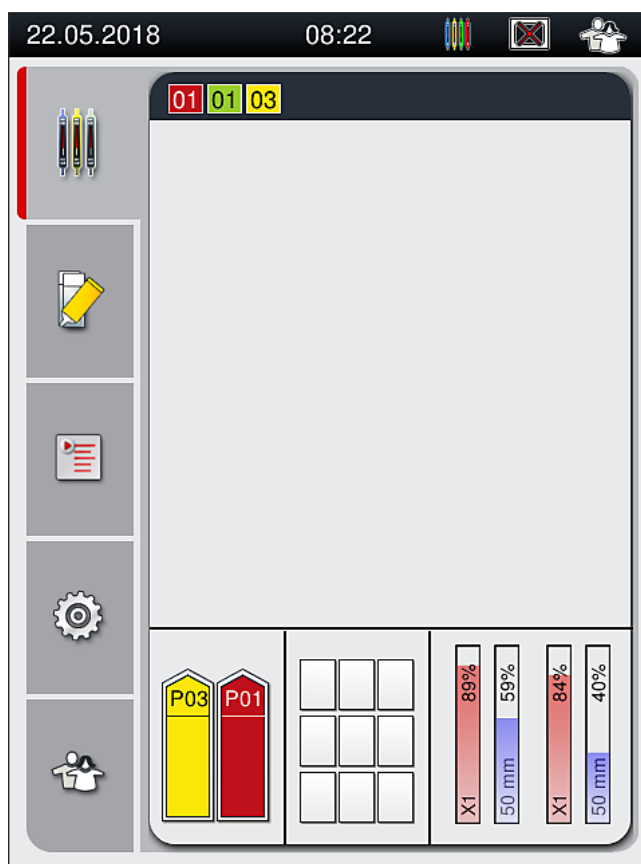

Fig. 73
7. Den registrerede håndtagsfarve vises i processtatusvisningen (→ Fig. 73).